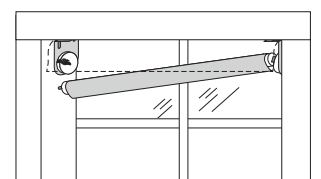

Fig. 7
- Luego, coloque la tapa del extremo inactivo en la unidad del extremo inactivo y ajústela a presión en su lugar (Fig. 7).